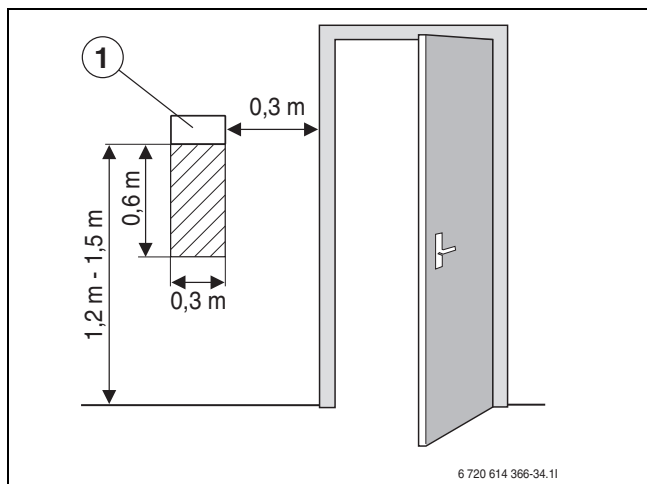

Bild 20 Empfohlener Montageplatz für Raumtemperaturfühler T5
- Ungehinderte Zirkulation der Raumluft unter dem Raumtemperaturfühler T5 (schraffierte Fläche in Bild 20 freihalten).